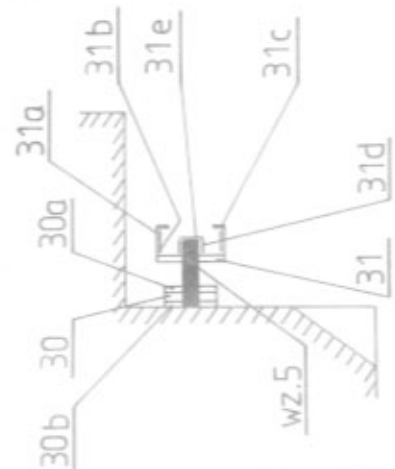

Rys.7
6. Wykonać rolki podtrzymujące wraz ze wspornikami i przykleić do boków wanny kadłuba (rys. 7, 8).